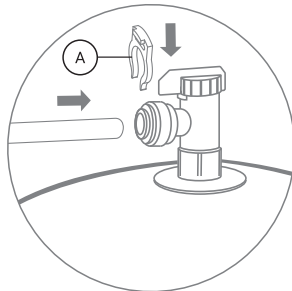

Рис. 18
- Подключите свободный конец синей трубки 1/4", идущей от фитинга-тройника угольного постфильтра к вентилю накопительного бака: вставьте пластиковую трубку в вентиль до упора (рис. 18), для герметизации соединения приложите дополнительное усилие, при этом трубка утопится еще примерно на 3 мм и будет плотно обжата резиновым кольцом фитинга. Установите стопорную клипсу (А) из комплекта поставки.